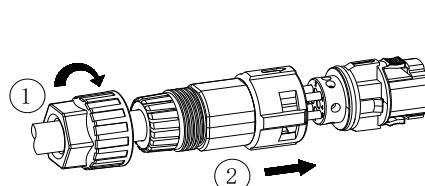

FIG.6 Montagem do conector
4) Aperte a porca de pressão e em seguida empurre a luva rosada para dentro do bujão, conforme FIG.6.